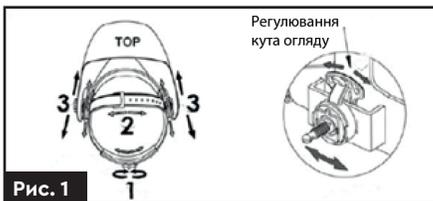

Рис. 1
Регулювати довжину кола оголів'я можна шляхом збільшення чи зменшення. Для цього обертають ручку з натисканням на потиличній частині оголів'я (1) (рис. 1). Ця процедура виконується при надійній масці і дозволяє отримати натяг, необхідний для надійної фіксації зварювальної маски на голові.
ни ремня відносно один одного на потрібну довжину і вставте стопорний штифт у найближчий отвір (2) (рис. 1).